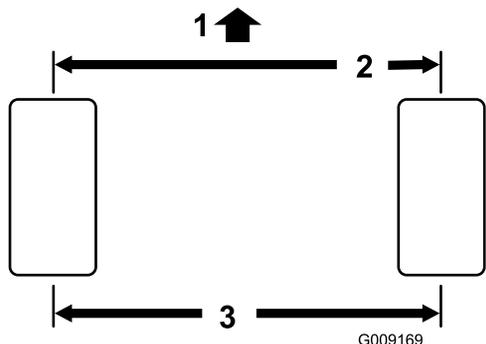

Bild 76
1. Messen Sie den Abstand vorne und hinten an den Lenkreifen Mitte-zu-Mitte (auf Achshöhe). Der Wert für vorne darf höchstens 3 mm kleiner sein als der Wert für hinten (**Bild 76**).